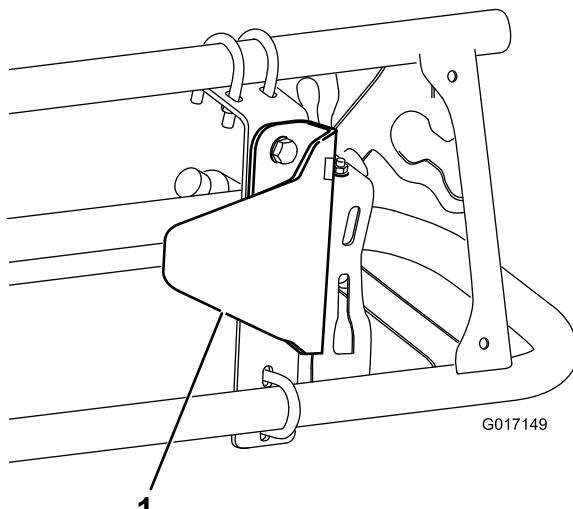

Figura 10
1. Soporte de montaje (2) 2. Contratuerca (1/4 pulgada) (12)
2. Instale el protector del sensor en el soporte de montaje con 2 pernos (5/16 x 3/4 pulgada) y 2 tuercas con arandela prensada (5/16 pulgada) según se muestra en Figura 10.